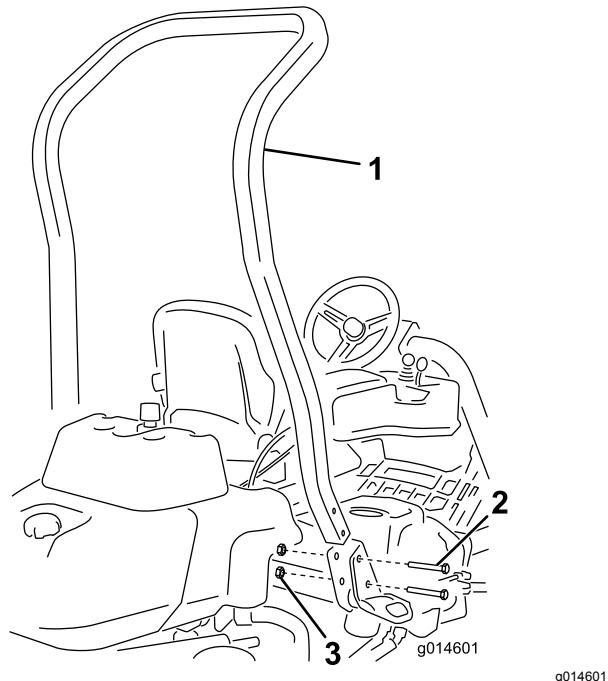

Figura 3
3. Instale la barra antivuelco en los alojamientos laterales de la máquina usando 4 pernos (½" x 3 ¾") y cuatro tuercas con arandela prensada (½") (Figura 3)..